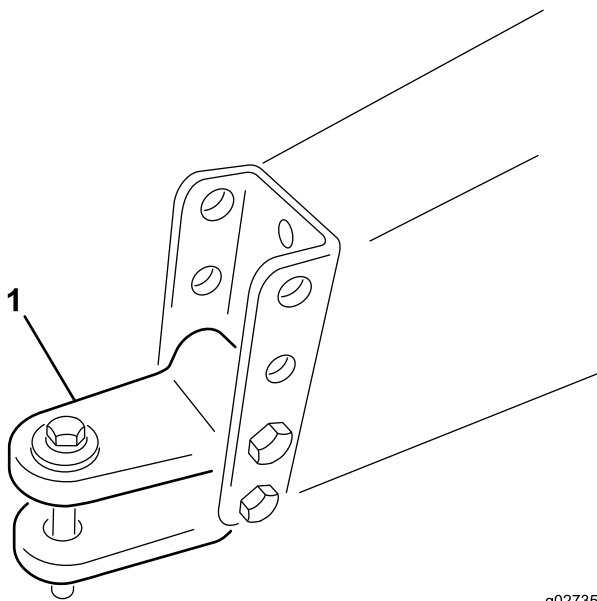

Figure 6
- A. Enlevez les boulons et les contre-écrous de fixation de la chape d'attelage (Figure 6) au cadre de la machine.